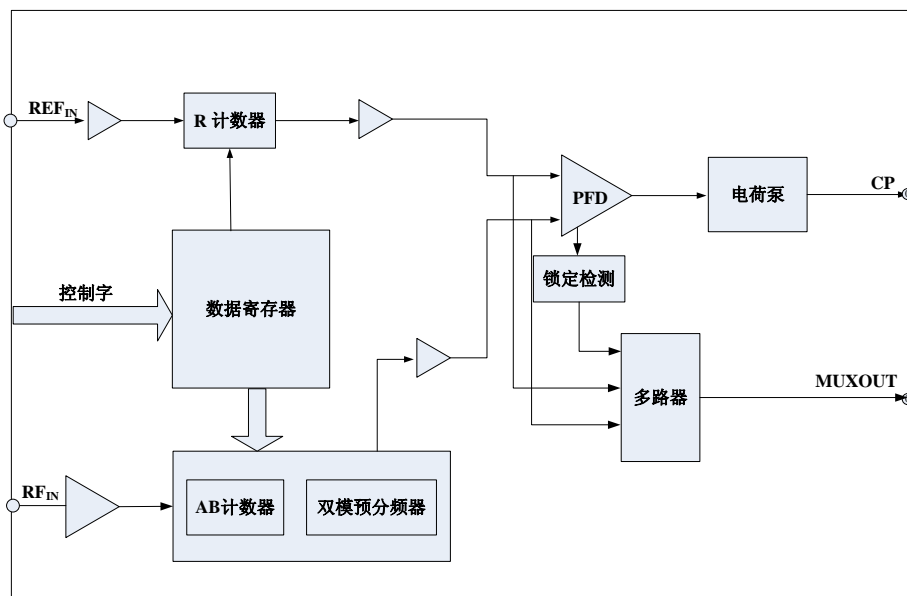

图 3 功能框图
B4106RH 为抗辐射 C 波段宽带整数频率合成器，内部包含低噪声鉴频鉴相器 (PFD)、高精度电荷泵 (CP)、可编程参考分频器、可编程 A/B 计数器、双模预分频器等主要模块。最高工作频率为 5.8GHz，具备多种可编程双模预分频模式 (8/9, 16/17, 32/33, 64/65)，包含数字或模拟锁定检测，以及三线接口电路，实现对器件的配置，支持硬件或软件关断模式。器件功能框图如图 3 所示。